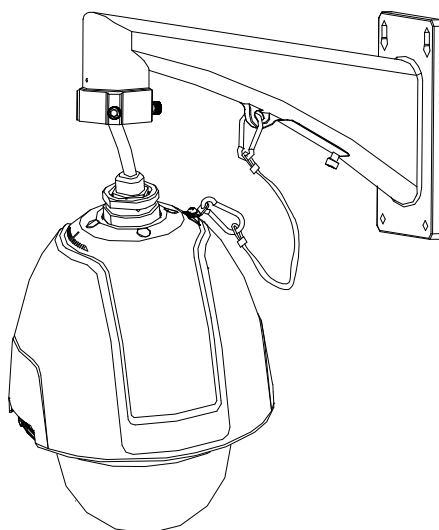

Figura 1.2.22 Condurre il cavo del back box attraverso la staffa
8). Agganciare il back box della speed dome per mezzo della corda di Sicurezza come mostrato di seguito. Condurre il cavo attraverso la staffa come mostrato in Figura 1.2.22.